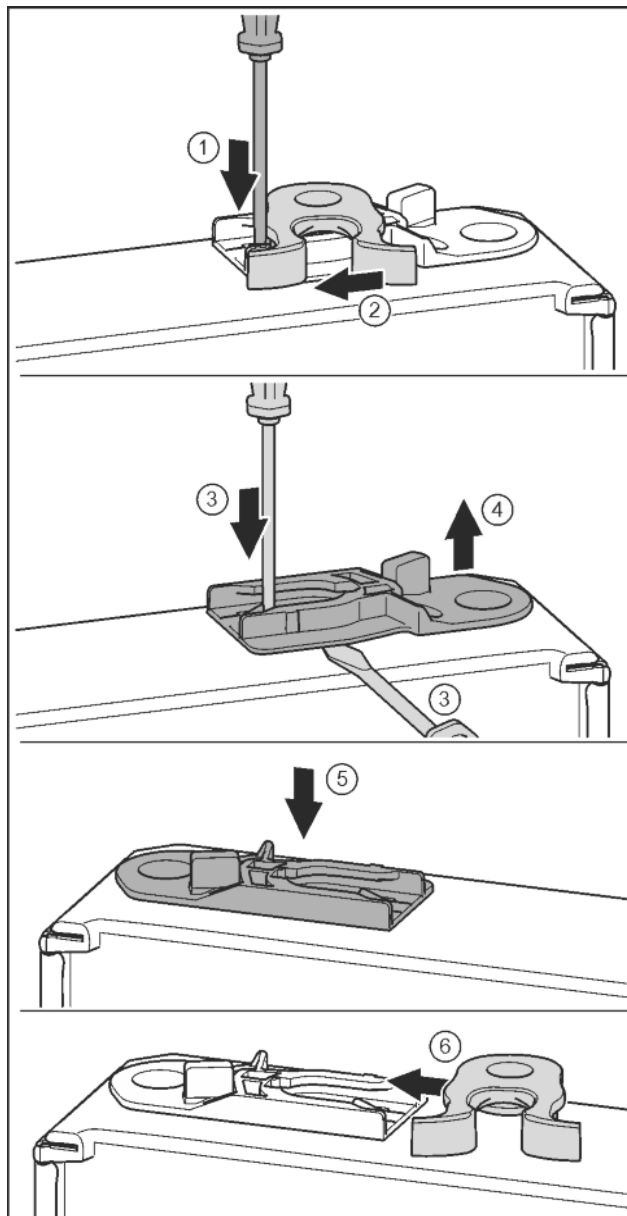

Fig. 19
- Pousser vers le bas la languette avec un tournevis plat. Fig. 19 (1)
- Tirer le crochet de fermeture en dehors du guide. Fig. 19 (2)
- Sortir la douille de guidage : Pousser la languette avec un tournevis plat et la faire passer simultanément sous la douille de guidage avec un tournevis plat. Fig. 19 (3, 4)
- Pousser la douille de guidage fournie à la livraison de l'autre côté du logement. Fig. 19 (5)
- Pousser le crochet de fermeture dans le guide. Fig. 19 (6)